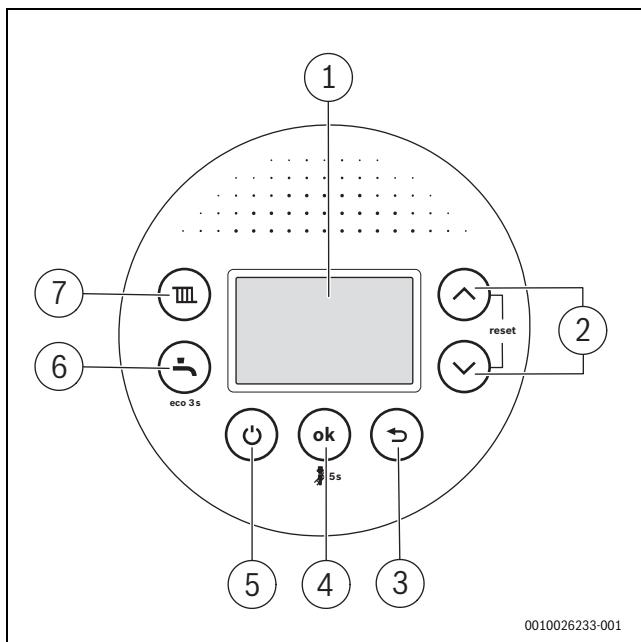

Bild 127 Bedienfeldübersicht
Nach der Inbetriebnahme schaltet die Taste ⌂ (→ Bild 127, [5]) gleichzeitig Heizung und Warmwasserbereitung durch das Brennwertgerät ein oder aus, ohne die Spannungsversorgung zu unterbrechen.
- ▶ Im normalen Betrieb das Gerät mit der Taste  (→ Bild 127, [5]) ausschalten.